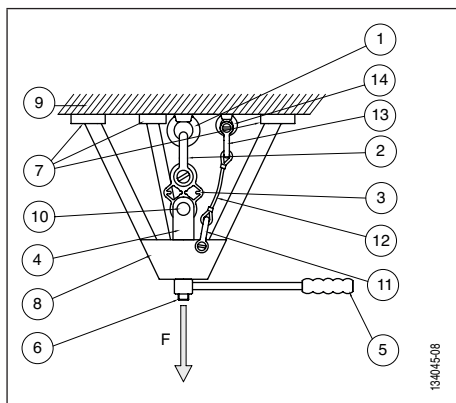
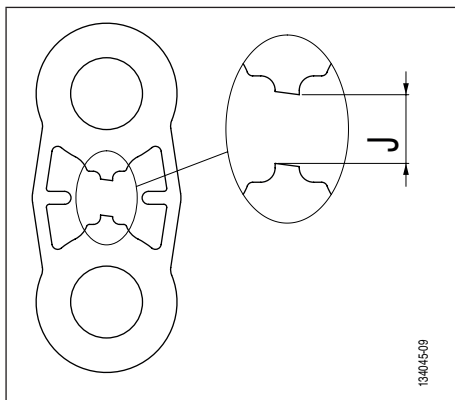

Fig. 6
Fig. 7
- 1 aparelho de colocação sob carga de acionamento manual do tipo tripé (ver Fig. 6, página 52, capítulo 4.2. Esquema),
- 1 dispositivo de segurança para a retenção do dispositivo de colocação sob carga, no caso de ruptura do ponto de amarração a testar, compreendendo (ver Fig. 6, página 52):
- 1 linga de segurança de comprimento adequado (ver Fig. 6, página 52, capítulos 4.2. Esquema e 4.3. Verificações antes da instalação),
⚠ PERIGO: Para testar um ponto de amarração utilizando a placa de teste TA, o operador deve imperativamente utilizar um aparelho de colocação sob carga do tipo tripé de acionamento manual que tenha sido especificamente estudado e dimensionado com vistas a poder ser utilizado para a colocação sob carga de tração, sem risco, do ponto de amarração a testar (Fig. 6) ou qualquer outro aparelho de colocação sob carga de tração da placa de teste TA especialmente estudado e dimensionado para ser utilizado com toda a segurança.
O conjunto das verificações antes da instalação abaixo descritas faz referência à *Fig. 6*.
O conjunto do procedimento abaixo descrito faz referência à *Fig. 6*.
PERIGO: A folga 'J' máxima (Fig. 7, folga J) não deve exceder 15 mm.
1. Aumentar progressivamente a carga agindo sobre o aparelho de colocação sob carga (Fig. 6, página 52). O operador deverá imperativamente olhar em permanência para a placa para poder parar imediatamente a colocação sob carga após a ruptura da seção 'S' da placa (Fig. 7).
2. À ruptura da seção indicadora 'S' da placa de teste TA (Fig. 7), o operador deve imediatamente parar a sua ação sobre o aparelho de colocação sob carga, para não correr o risco de romper totalmente a placa.
O conjunto do procedimento abaixo descrito faz referência à Fig. 6, página 52.
8. Continuar a colocação sob carga da placa de teste TA após a ruptura da seção indicadora 'S' (cf. capítulo 5.2. *Procedimento de execução do teste de tração*, Fig. 7, página 53).